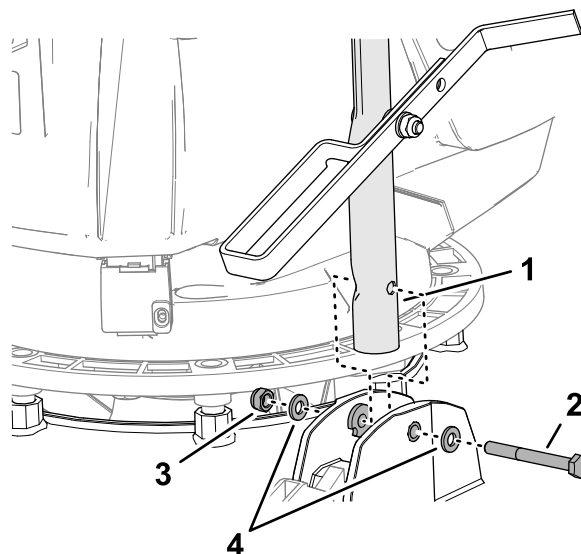

Figuur 6
2. Lijn de voetstop van de duwboom uit met de hefaanslagbeugel op het maaidek (Figuur 6).